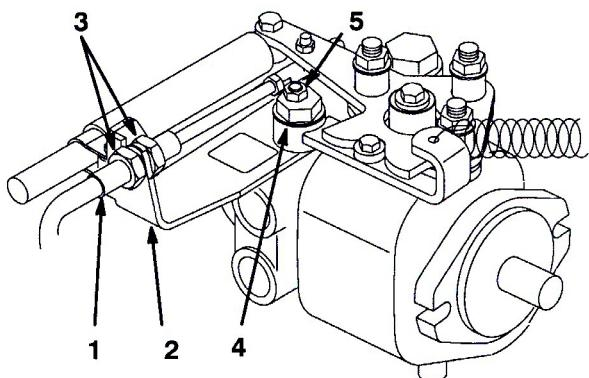

図50
- A. 走行ケーブルを油圧トランスミッションのバルクヘッドに取り付けているジャムナット(図50)を両方ともゆるめる。ジャムナットは調整ができるよう十
- 偏芯ナットをトランスミッション上部に止めているナット(図50)をゆるめる。
- どちらにも車輪が回らないように偏芯ナットを回して調整する。調整ができたら固定ナットを締める(図50)。スロットルSLOWおよびFAST位置で調整が正しいことを確認する。
- バルクヘッドのそれぞれの側から、ロックナットを均等にしめて、ケーブルを固定する(図50)。このときケーブルをねじらないように注意する。